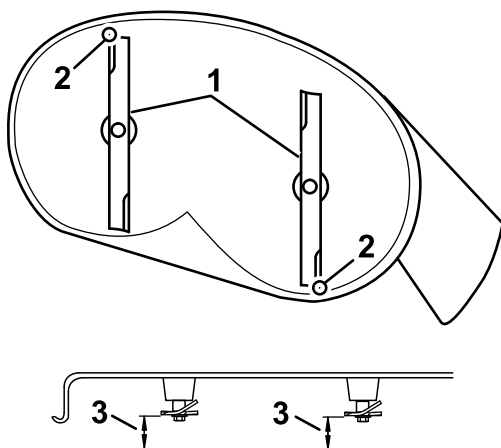

Figure 67
4. Faites pivoter les lames avec précaution pour faire passer les pointes avant à l'arrière (Figure 67).
5. Mesurez la distance entre la pointe de la lame avant et la pointe de la lame arrière par rapport à la surface plane (Figure 67).